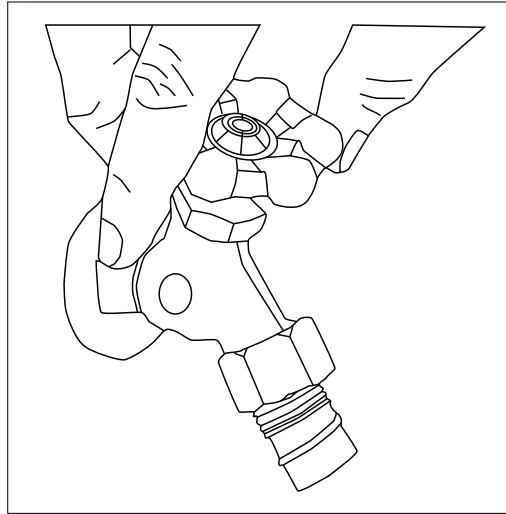

Fig. 17
**\*!Encienda el suministro de agua en el grifo!\* (Fig. 17)**